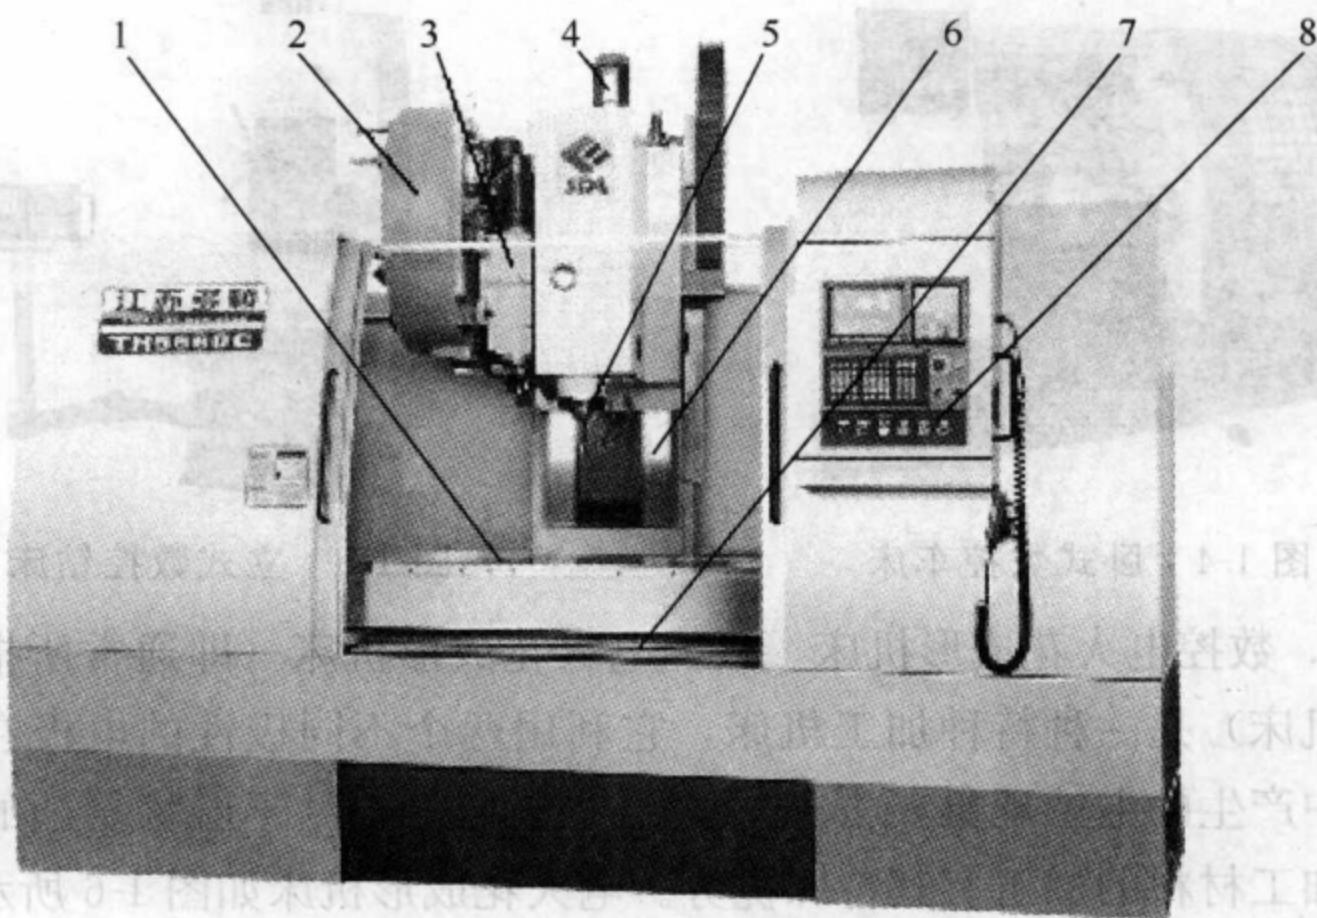

图 1-8 数控机床的组成
② 数控机床的组成 数控机床由机床主体、数控系统、伺服系统三大部分构成。其具体结构以图 1-8 所示立式加工中心为例来加以说明。